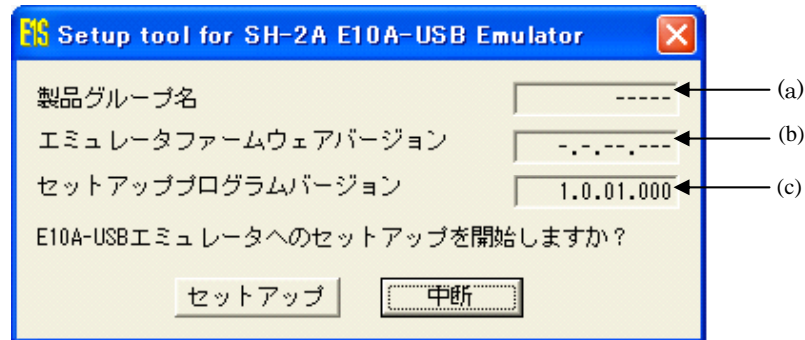

図3.2.9 E10A-USB エミュレータ用セットアップツール
③ "セットアップ"ボタンを押してください (図 3.2.9)。以下のダイアログボックスが表示されます。